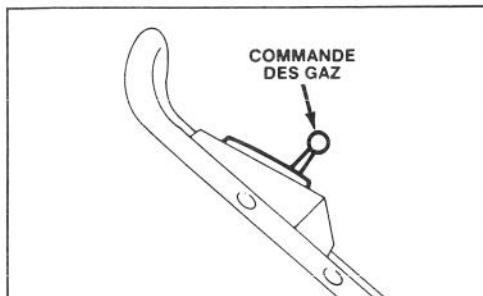

Figure 8
1. COMMANDES (Fig. 8) — La commande des gaz se trouve sur le manchon supérieur.
2. DEMARRAGE (Fig. 8) — Branchez le fil métallique sur la bougie d'allumage. Placez la commande des gaz sur CHOKE. Couvrez l'orifice au centre de l'amorceur avec le pouce et appuyez une seule. Tirez le démarreur et réglez la commande des gaz selon le besoin quand le moteur démarre.
3. ARRET (Fig. 8) — Placez la commande des gaz en position OFF/ARRET/pour arrêter le moteur et la lame. Débranchez le fil métallique de la bougie si la tondeuse n'est pas en service ou n'est pas surveillée.